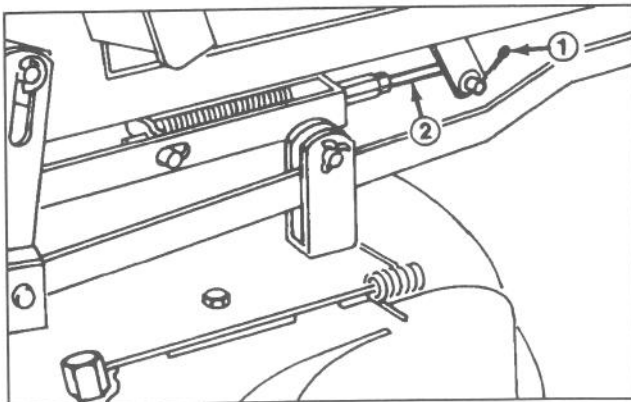

Abbildung 24
3. Den Splint vom Einstellgestänge entfernen und dieses vom Gelenkrohrarm abziehen (Abb. 24).
2. Den Splint aus dem Einstellgestänge entfernen (Abb. 24).